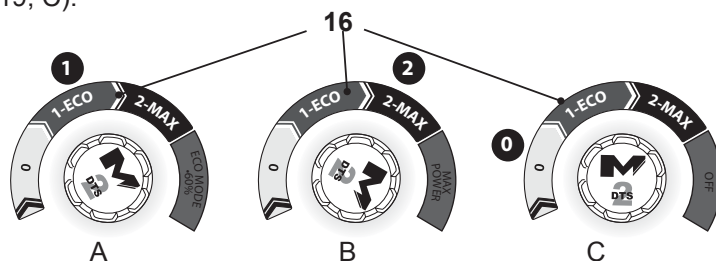

Fig. 19
1. Coloque o botão liga / desliga (16) na posição "1" para ligar o produto e trabalhar no **MODO ECO** (baixa velocidade) (Fig. 19, A). O MODO ECO pode economizar até 60% do consumo de energia.
2. Coloque o botão liga / desliga (16) na posição "2" para ligar o produto e trabalhar em **MAX POWER** (alta velocidade) (Fig. 19, B).
3. Coloque o botão liga / desliga (16) na posição "0" para desligar o produto (Fig. 19, C).